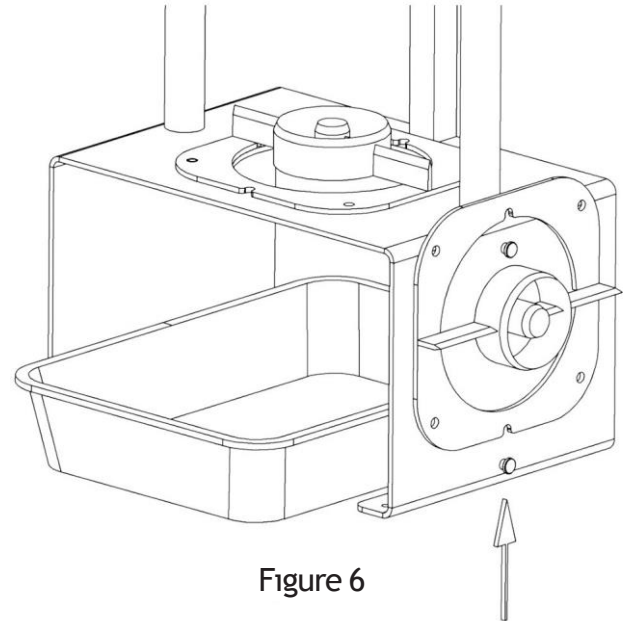

Figure 6
- Pour sortir le couteau, tenez-le par le bord non aiguisé et sortez-le en le soulevant. Pour fixer la lame, il suffirait d'adapter les trous de la lame sur les goupilles de fixation de la lame (31) sur le pied.
- Si vous avez acheté un couteau supplémentaire. Vous pouvez l'accrocher sur le système de goupilles de suspension de la lame (32) (Figure 6)